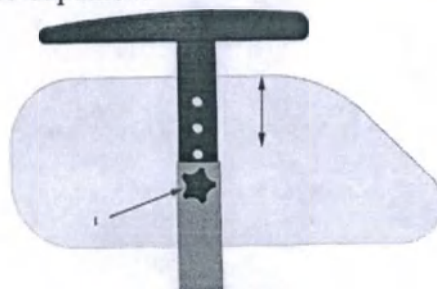

Рис.1.11
5.4.6 Кресла оснащены съёмными подлокотниками, имеющими мягкие накладки на поручнях. Для снятия подлокотника, разожмите барашек (поз.1, рис.1.11) и поднимите подлокотника вверх. Для регулировки подлокотника по высоте ослабьте барашек 1 (Рис.1.11) и извлеките его из отверстия, потом отрегулируйте высоту относительно отверстий. Затяните барашек.